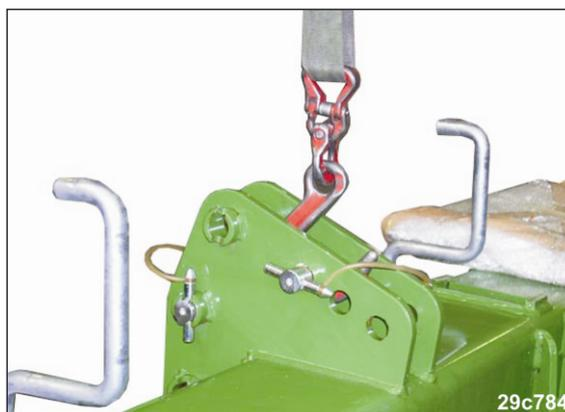

Fig. 3
1. Fixer une chaîne à l'endroit signalé sur la machine (voir Fig. 3).